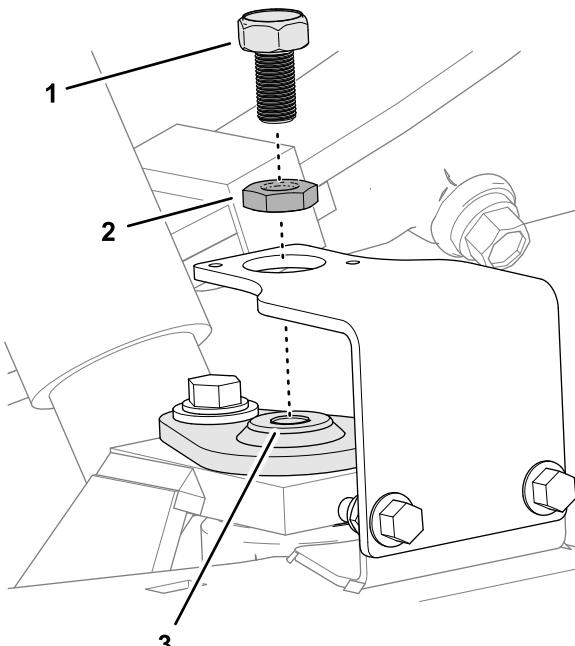

Figura 9
1. Enrosque la tuerca de bloqueo a fondo en el objetivo magnético (Figura 9).
2. Enrosque el objetivo magnético en la parte superior del pivote de dirección (Figura 9).